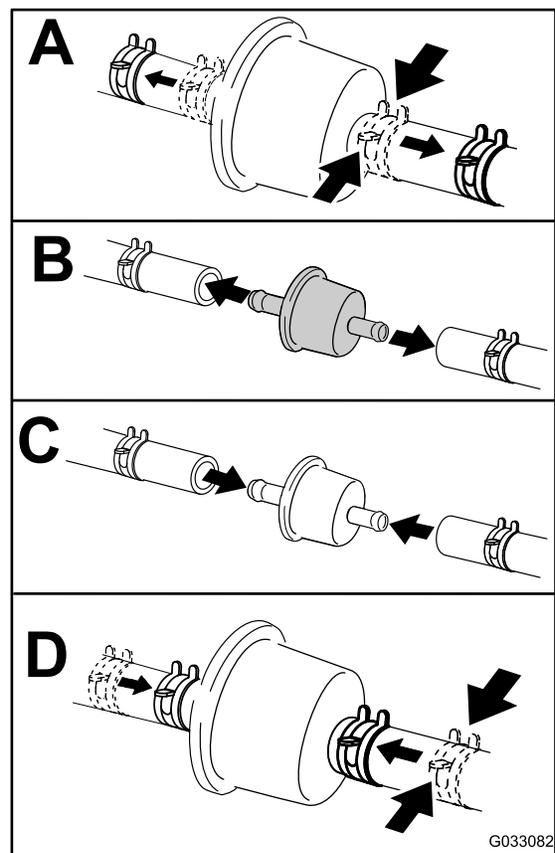

Figure 49
4. Remplacez le filtre à carburant (Figure 49).